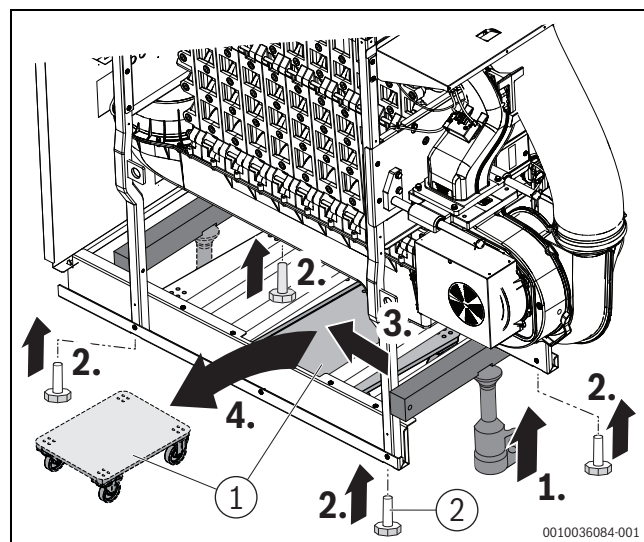

Рис. 16 Удаление площадки для перевозки мебели, монтаж ножек котла (примерное изображение)
- ▶ Если котел находится в конечном месте установки, ввинтите в боковые балки 4 ножки котла (→Рис. 16).
- ▶ Транспортируйте котел с помощью грузоподъемной тележки (захват спереди) (→Рис. 16).
(→Рис. 16)